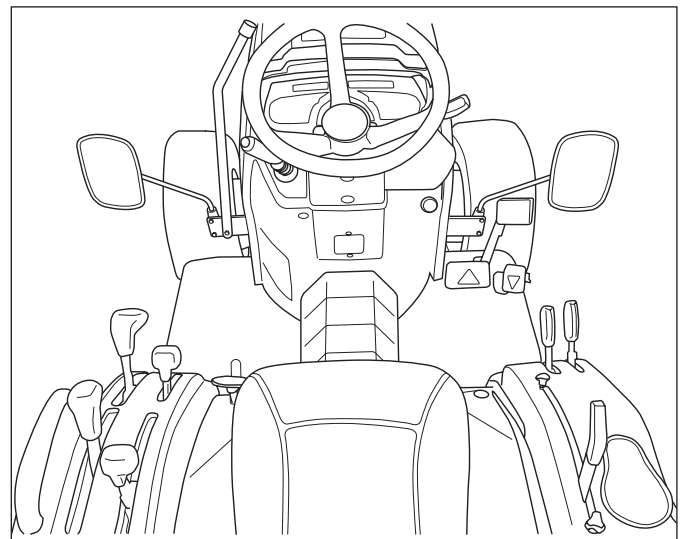

ABB. 50 (Hydrostatisches Getriebe)
ABB. 50: Handgashebel (1) – Regelt die Motordrehzahl und verbleibt in der vom Fahrer gewählten Position. Bei nach vorne geschobenem Handgashebel läuft der Motor im Leerlauf. Die Motordrehzahl steigt an, wenn der Hebel nach hinten gezogen wird.